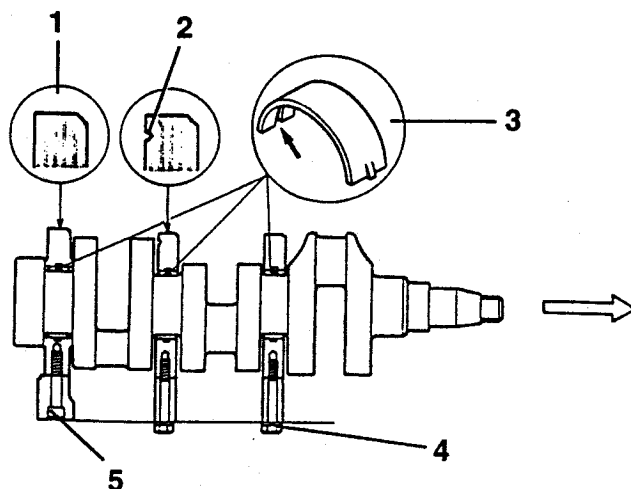

Fig. 79a Pose des chapeaux de palier de vilebrequin MD2010, MD2020, MD2030
Remarque : Le bord chanfreiné (1, figures 79a et 79b) devra venir vers l'avant sur tous les chapeaux de palier.
4. Positionner le chapeau de palier qui comporte une gorge d'huile (2, figures 79a et 79b).
Remarque : les coussinets avec une gorge d'huile (3, figures 79a et 79b) seront placés dans le chapeau de palier supérieur.